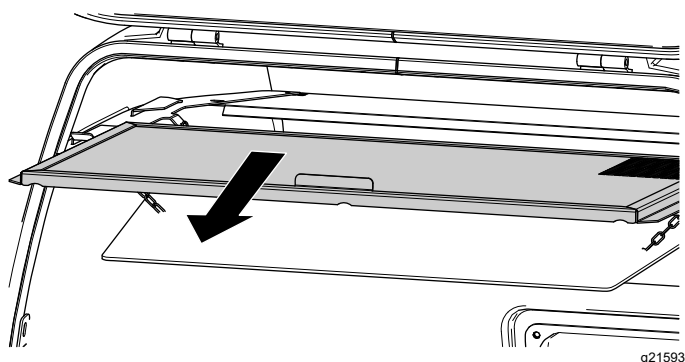

Figure 139
3. Déposez et nettoyez le filtre de la trémie (Figure 139).